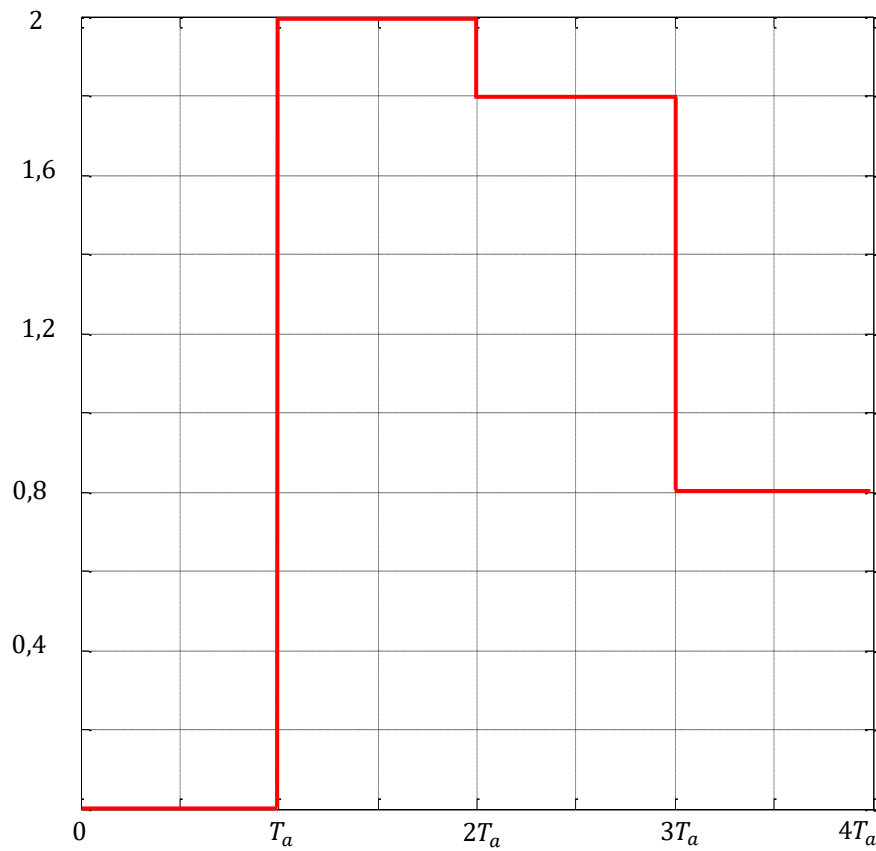

Bild 3: Ausgangssignal nach der DAU
- e) Die Ausgangsfolge des Filters wird anschließend mit einem Halteglied 0. Ordnung analog ausgegeben. Zeichnen Sie den Verlauf für die vier berechneten Werte in Bild 3 ein (T_a : Abtastperiode).